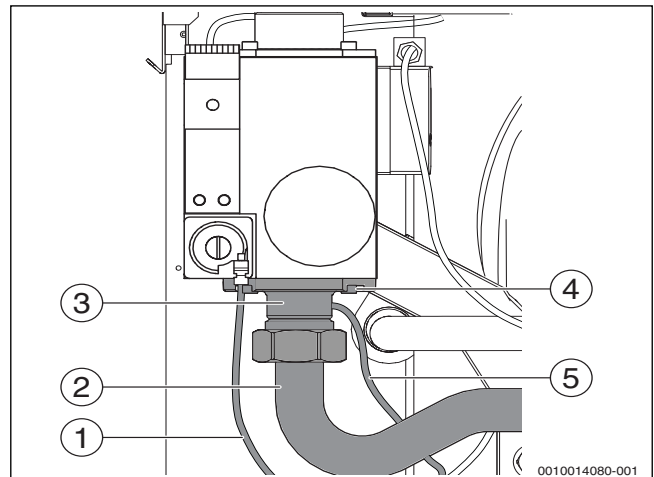

Рис. 25 Демонтаж диафрагмы
- ▶ Проверьте правильное расположение трубок для измерения компенсации [1] и давления газа на входе [5] (→ рис. 25 и 17.4.3, стр. 68).